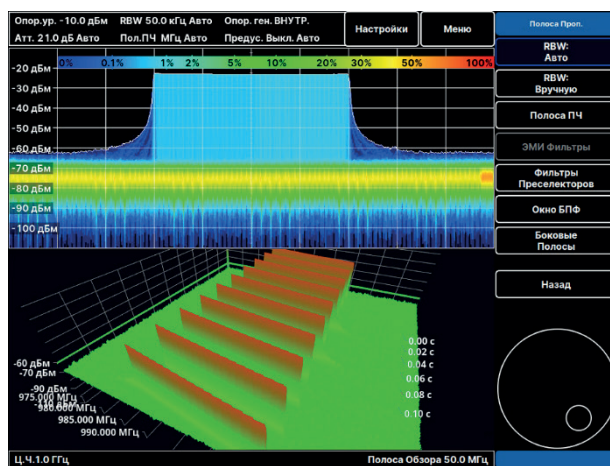

Рис. 75. Раздел настройки полос пропускания
Данный раздел меню позволяет настраивать полосы пропускания элементов радиотракта, промежуточной частоты и разрешения по частоте (Рис. 75).
**RBW Авто / RBW Auto** – автоматическая настройка разрешения по спектру (Рис. 75);